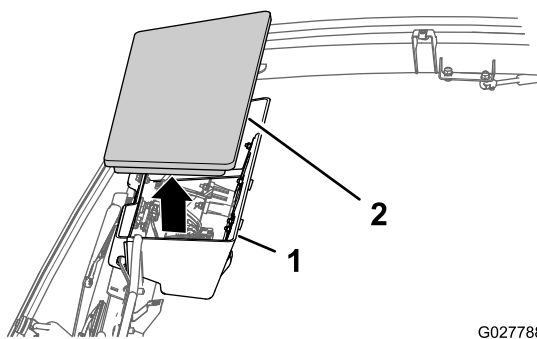

Рисунок 34
3. Снимите заглушку потолочной консоли (Рисунок 34).